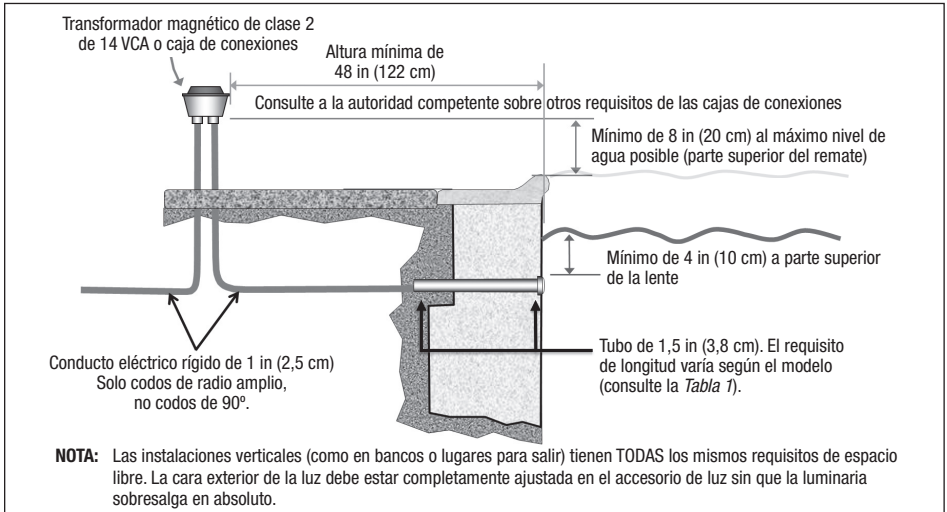

Figura 1. Instalación de la luz LED Jandy con accesorio estándar plástico de 1,5 in (3,8 cm)
NOTA: El electricista debe ejecutar una serie de pasos antes de instalar la luminaria. Consulte la *Figura 1*.
1. La caja de conexiones o el controlador de luces LED Infinite WaterColors es apto para conexiones de conducto directas a las luces y debe ubicarse a un mínimo de ocho (8) in (20 cm) sobre el nivel del agua, cuatro (4) in (10 cm) sobre el nivel del suelo y 48 in (1,2 m) del borde de la piscina, o según lo exija el código local. Consulte la *Figura 1*.
3. Debe instalarse un accesorio plástico estándar de pared/retorno de 1,5 in (3,8 cm) para que el borde superior de la lente de la luz sumergida esté a un mínimo de 4 in (10,2 cm) por debajo de la superficie del agua en la piscina. Consulte la *Figura 1*.